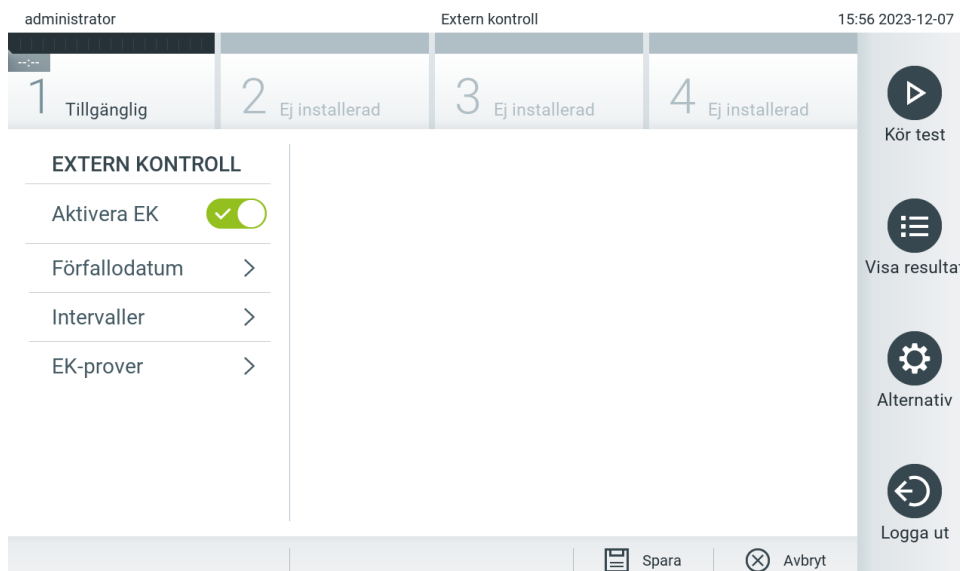

Bild 75. Skärmen External Control (Extern kontroll).
Användare med behörighet att ta bort utskriftsjobb kan ta bort alla utskriftsjobb för att rensa kön. Det förhindrar alla rapporter i kön från att skrivas ut. För att göra det trycker du på knappen **Delete All** (Radera alla) längst ner på sidan (bild 75).
- Tryck radioknappen **Enable EC** (Aktivera EK) för att aktivera funktionen (bild 75).